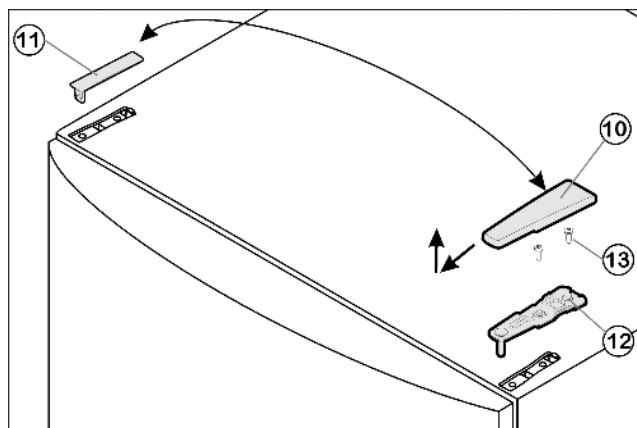

Fig. 4
- ▶ Крышку Fig. 4 (10) снимите движением вперед и вверх.
- ▶ Снимите крышку Fig. 4 (11).
- ▶ Открутите верхний опорный кронштейн Fig. 4 (12)(2 шт. Torx 25) Fig. 4 (13) и вытяните вверх.
- ▶ Установите верхний опорный кронштейн *Fig. 4 (12)* на новой стороне шарнира и защелкните в дверце.
- ▶ Прикрутите верхний опорный кронштейн *Fig. 4 (12)* (с моментом 4 Нм) (2 шт. Torx 25) *Fig. 4 (13)*. При необходимости проделайте отверстия или используйте аккумуляторную отвертку.
- ▶ Защёлкните крышку *Fig. 4 (10)* и крышку *Fig. 4 (11)* на противоположной стороне.